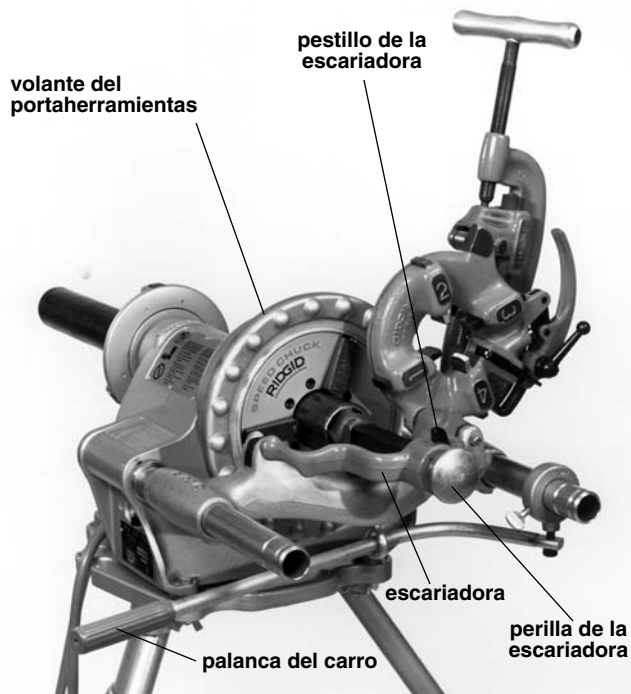

Figura 10 – Escariado de tubos con la Escariadora No. 341
1. Mueva el brazo de la escariadora a su posición de escariado (*Figura 10*).